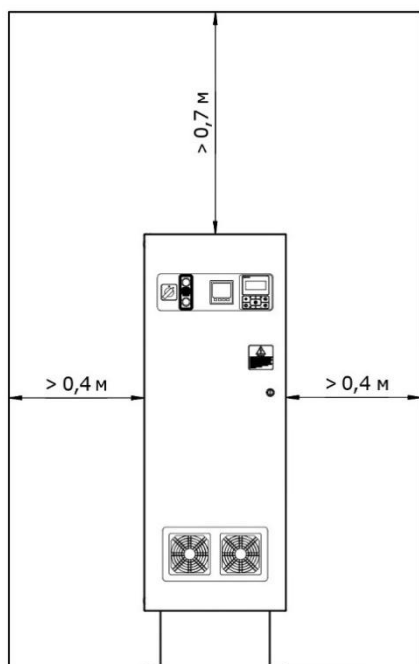

Рис. 3
6.4. При монтаже водонагревателя для удобства эксплуатации, сервисного обслуживания, а также работы системы вентиляции, необходимо выдерживать минимальные расстояния до стен, пола и потолка, указанных на Рис. 3. При планировке местоположения трубопроводов и компонентов обвязки